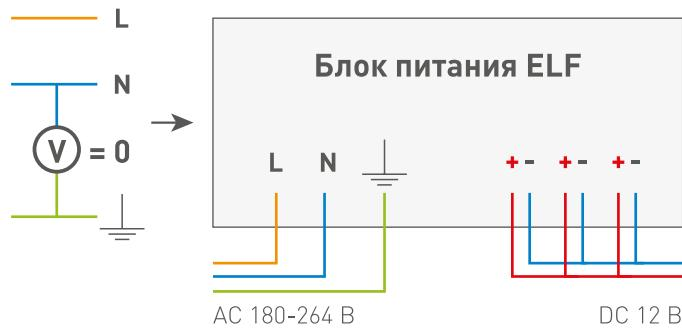

Рис. 4
- Для объектов [электроустановок], в которых применён принцип изолированной нейтрали [Рис. 4].
**▲ ВАЖНО:** При данном способе подключения к входному терминалу изделия подключаются все провода линии связи (фаза, ноль, заземление), предназначеннной для подачи напряжения питания на изделие [Рис. 4]. Подключение заземляющего провода является обязательным!